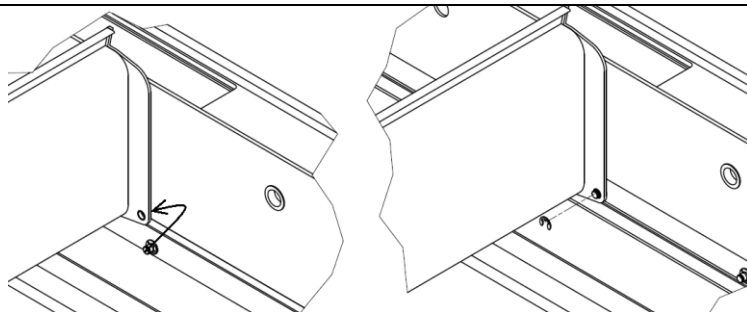

Figure 26
9. Soulever la tringlerie jusqu'au niveau du trou inférieur du bouchon d'entraînement de la lame et l'appliquer de l'extérieur (entre le bouchon et la barre) sur le côté du bouchon d'entraînement (Fig. 26-gauche).
10. Enforcer l'extrémité saillante de l'axe du tirant dans le trou du capuchon du stylo (Fig. 26-droite). Lors de l'enfoncement, veillez à ne pas pousser la bague collectrice hors du capuchon.
11. Fixer l'extrémité visible de la goupille enfoncée avec un petit circlip exactement dans la rainure extrême de la goupille - utiliser un outil spécifique (Fig. 26-droite).